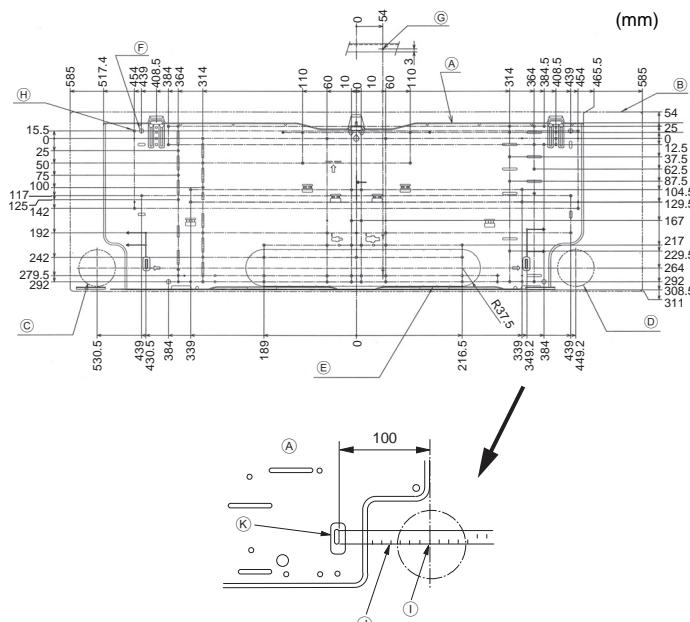

Fig. 3-2
■ PKFY-P-VKM-E (Fig. 3-2)
- Ⓐ Placa de montaje ①